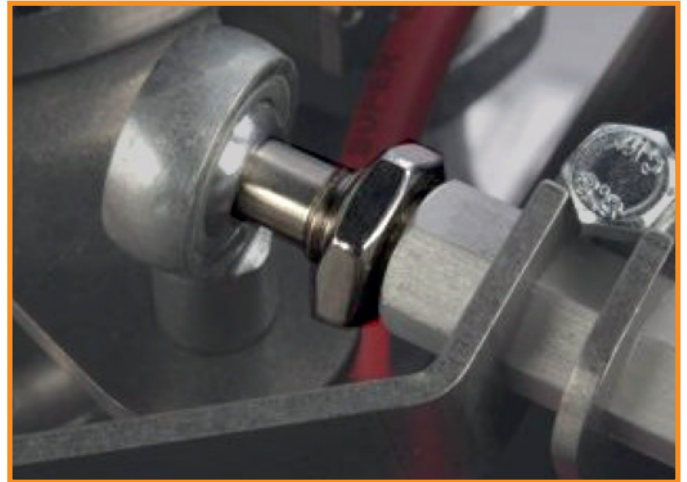

Fig. 10
- Drehen Sie den Ausgleichsstift (Fig.10) ca.10 mm in die linke M10 Gewindebohrung der Crossbar-Stange.